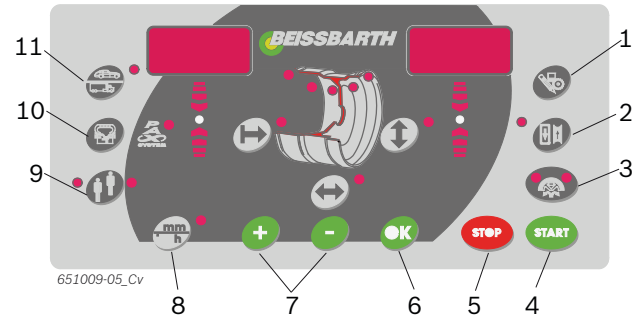

Fig. 5: Teclas del campo de manejo/campo de visualización
- 2. Introducir la cantidad disponible de radios con las teclas <-> o <+> (fig. 5, pos. 7).